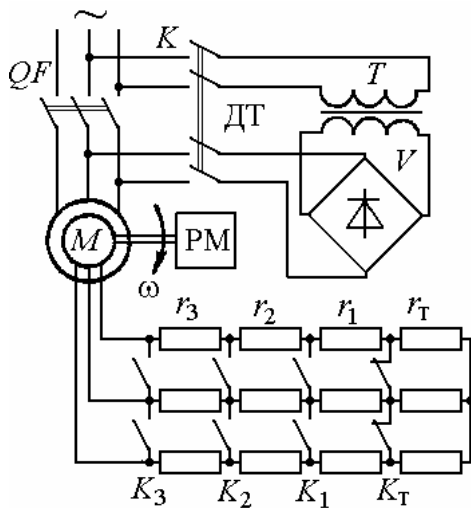
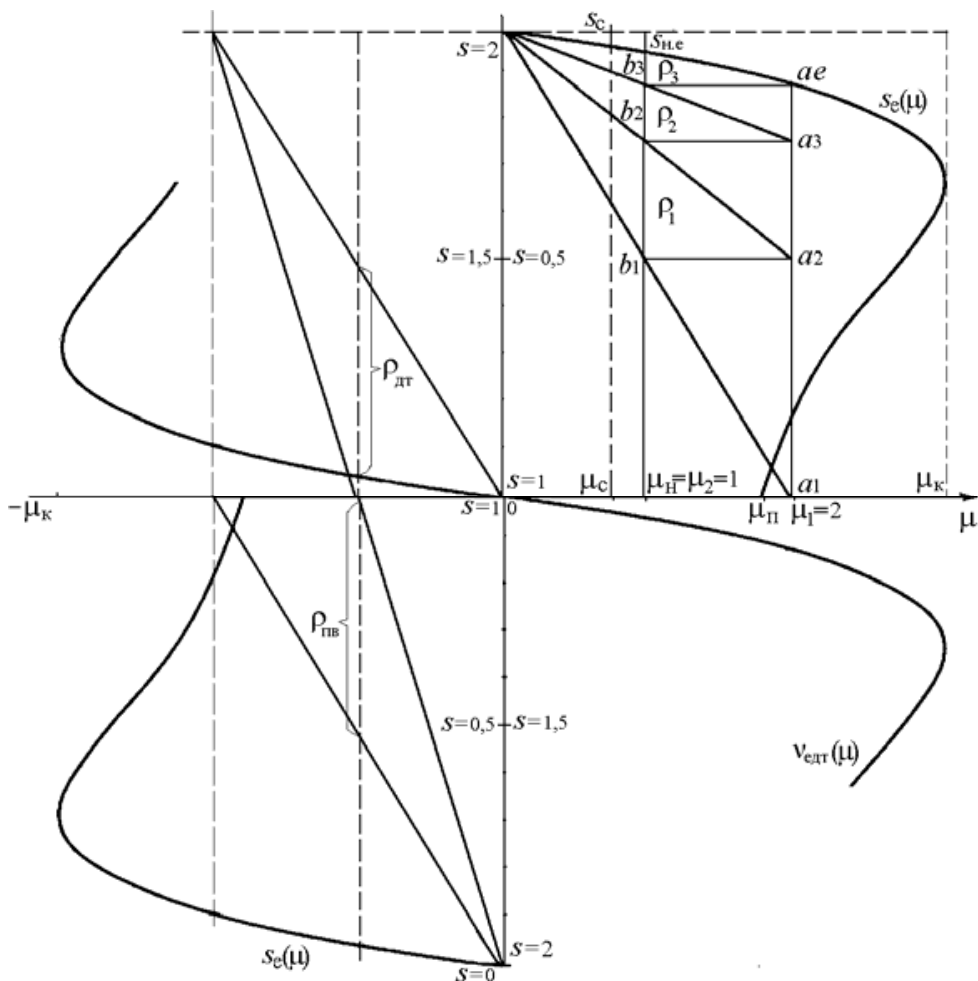

Рис.13. Схема реостатно-релейного пуска и торможения АДФР
Рис.14. Механические пусковые и тормозные характеристики АДФР
**Задача 22.** Для привода с асинхронным двигателем с фазным ротором и реостатно-релейным управлением (рис.13) построить статические характеристики реостатного пуска и рассчитать ступени пускового реостата (рис.14). Номинальные данные асинхронного двигателя привода:  $P_H = 22$  кВт;  $U_{1H} = 380$  В;  $I_{1H} = 50$  А;  $s_H = 0,06251$ ;
**Задача 23.** Определить вид переходных процессов и построить характеристики изменения момента и скорости двигателя при реостатно-релейном пуске привода с асинхронным двигателем при постоянном моменте нагрузки ( $\mu_1 = \text{const}$ ). Двигатель имеет данные  $P_H = 22$  кВт;  $\omega_0 = 104,5$  рад/с;  $s_H = 0,0625$ ;  $J_{\delta} = 0,5$  кгм2. Приведенные параметры механизма:  $M_c = 0,5M_H$ ,  $J_{пр} = 0,5$  кгм2. Привод пускается в три ступени при  $\mu_1 = 2$  и  $\mu_2 = 1$  (см. задачу 22). Механические характеристики и характеристики пуска приведены на рис.14, 15.
**Задача 24.** Для схемы асинхронного привода с реостатным управлением по рис.13 определить величину сопротивления ступени тормозного противовключения  $r_T = r_{пв}$  при максимальном значении тормозного момента  $\mu_{T1} = 2$  и  $s_{T1} \approx 2$ . Номинальные данные двигателя привода приведены в задаче 22.
2. По графику пусковых характеристик  $m = 3$ ,  $\mu_1 = 2$ ,  $\mu_2 = 1$  и сопротивление противовключения  $r_T = r_{пв}$  (см. рис.14).
**Задача 25.** Для схемы асинхронного привода с реостатным управлением (см. рис.13) определить величину напряжения постоянного тока, подаваемого взамен переменного в статор двигателя, и величину сопротивления динамического торможения  $r_{дт1}$  для  $\mu_{дт1} = 1$  при  $v_{дт1} = 0,9375$ . Соединение обмоток статора - звезда. Номинальные данные двигателя привода приведены в задаче 22. Для расчета напряжения питания двигателя постоянным током принять омическое сопротивление фазы статора двигателя  $r_{1ф} = 0,24$  Ом.